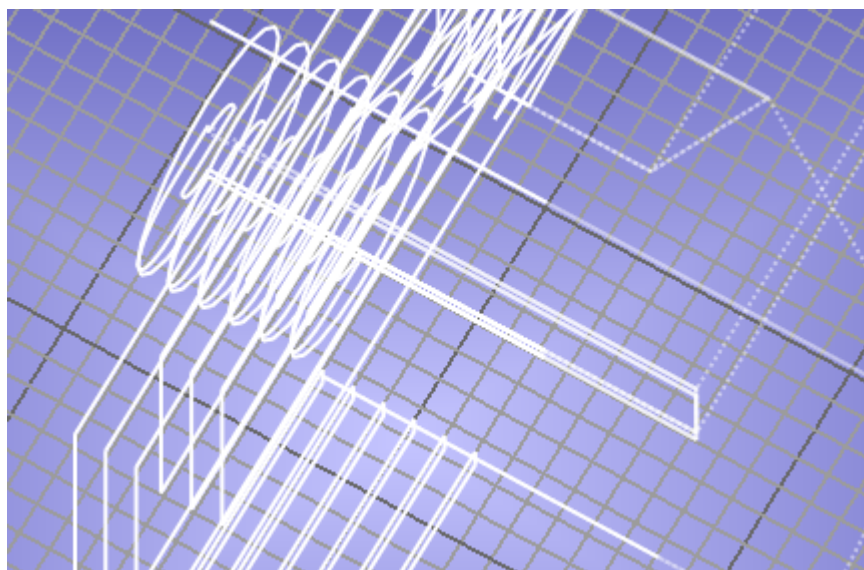
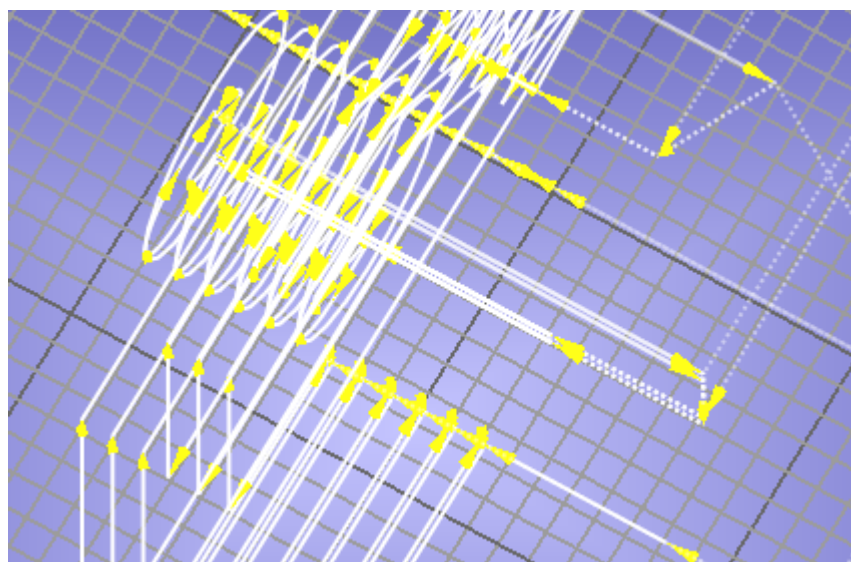

Рис. 1.3.11: Отображение траектории
Рис. 1.3.12: Отображение траектории с указанием концов кадров
3. Показать или скрыть кадры. Настройка, определяющая, показывать или скрывать отображение кадров на траектории. Кадр отображается желтой стрелочкой в конце траектории кадра, направленной по направлению движения кадра (рисунок 1.3.12). По умолчанию отображение кадров отключено (рисунок 1.3.11).